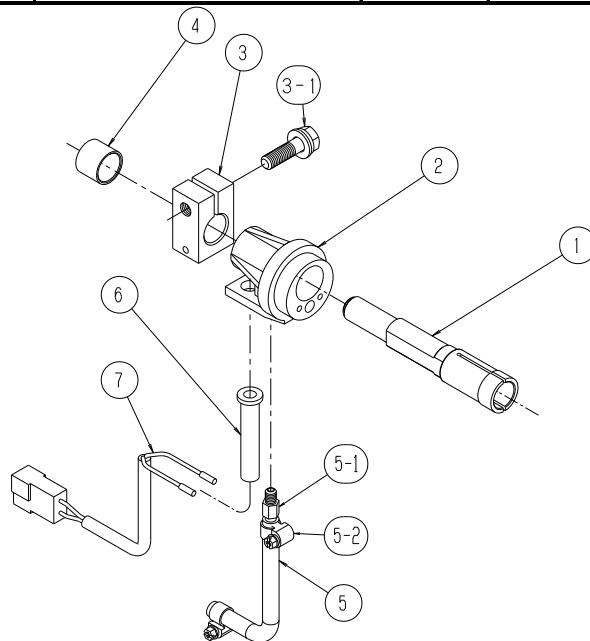

図6. セントラルアダプタ分解図
⑨ パーツリスト(つづき)
9.6 セントラルアダプタ関係(図6)